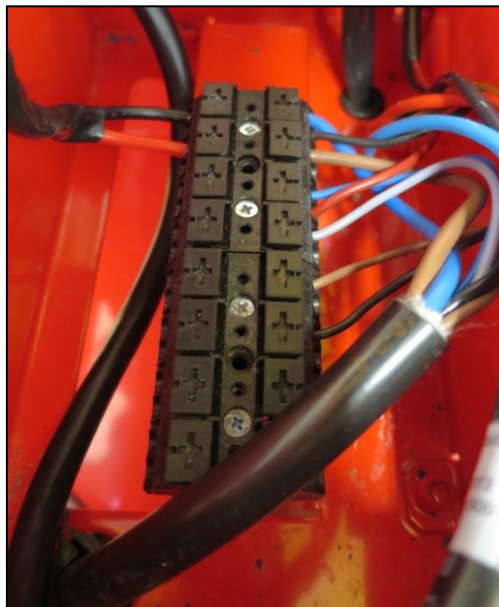

Abb.: 132
- Schließen Sie das Kabel des Streutellermotors (schwarz, rot), wie auf dem Anschlussplan (siehe Seite 23, Abb.: 48) angegeben, an der linken Seite der Klemmleiste (Abb.: 132) an.